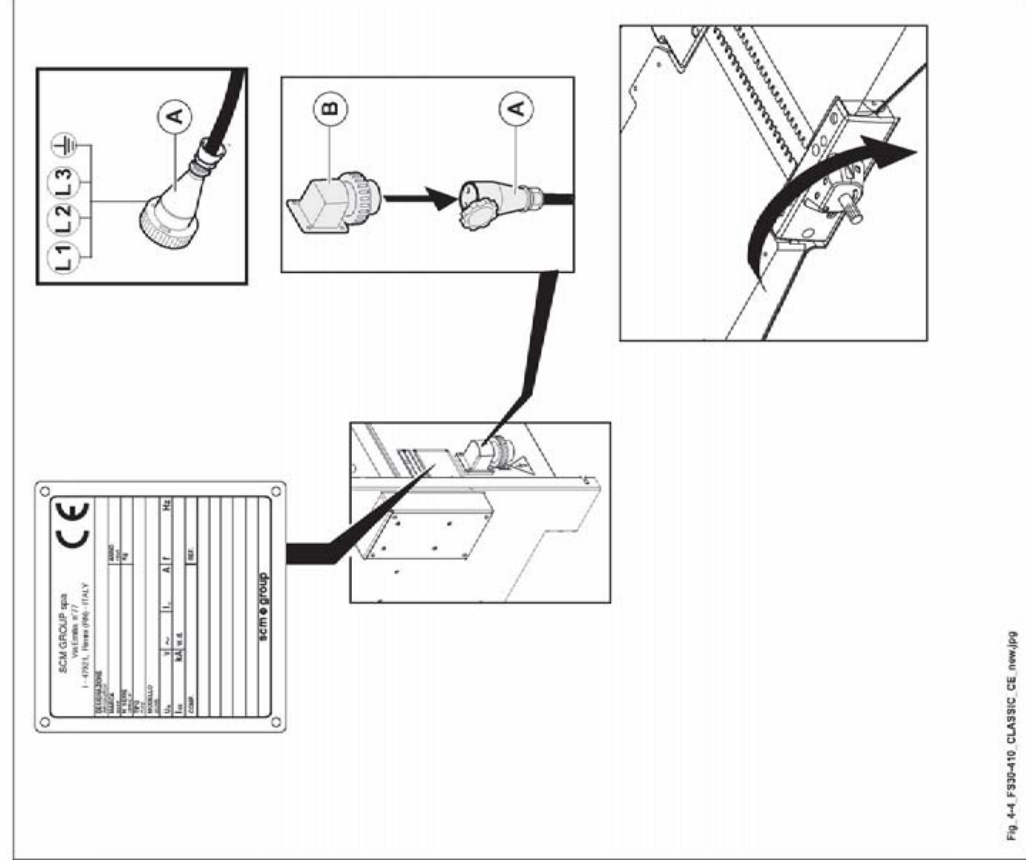

Abb. 4.4
die richtige Spannung ist auf dem Schild Abb. 4.4 angegeben; Toleranzbereich von +/- 5%.
- ein Anschlusskabel soll in der Nähe Klemmbretts (A Abb. 4.4) vorhanden sein;
- stecker (B Abb. 4.4) an Steckdose (A Abb. 4.4) anschließen.